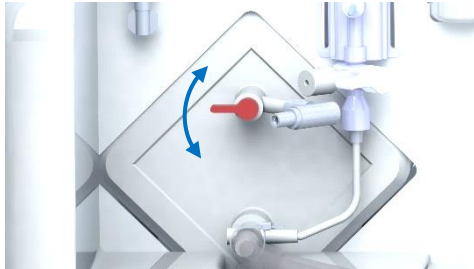

Abbildung 15: Luftventil am Oxygenator
- Entlüften Sie den Oxygenator über den Probenanschluss mit einer Spritze. Entfernen Sie zunächst die Kappe der Probenöffnung. Drehen Sie das rote Entlüftungsventil (siehe Abbildung 15) am Oxygenator nach unten (vor dem arteriellen Filter) und aspirieren Sie, bis die Luft entfernt ist. Schalten Sie das rote Ventil nach oben (nach dem arteriellen Filter) und aspirieren Sie erneut, bis die gesamte Luft entfernt ist. Schalten Sie das Ventil in die geschlossene Position (mittlere Position) und setzen Sie die Kappe auf das Probeentnahmeventil.
- Entlüften Sie den Drucksensor, indem Sie sicherstellen, dass sich das Ventil in horizontaler Position befindet, und ziehen Sie an der blauen Schnapflasche, bis einige Tropfen Perfusat austreten. Bewegen Sie das weiße Ventil nicht aus der horizontalen Position. (Abbildung 15).
Die Entnahme der Perfusionsflüssigkeit aus dem Oxygenator erfolgt über den Probenanschluss (Abbildung 7, Punkt 6) mit Hilfe einer Spritze. Drehen Sie das Probeentnahmeventil (Abbildung 7, Punkt 12 und Abbildung 15) am Oxygenator nach unten, um eine Probe vor dem arteriellen Filter zu entnehmen. Drehen Sie das Ventil nach oben, um eine Probe nach dem arteriellen Filter zu entnehmen. Bringen Sie das Ventil nach der Probeentnahme in die geschlossene Position (Mittelstellung). Um ein